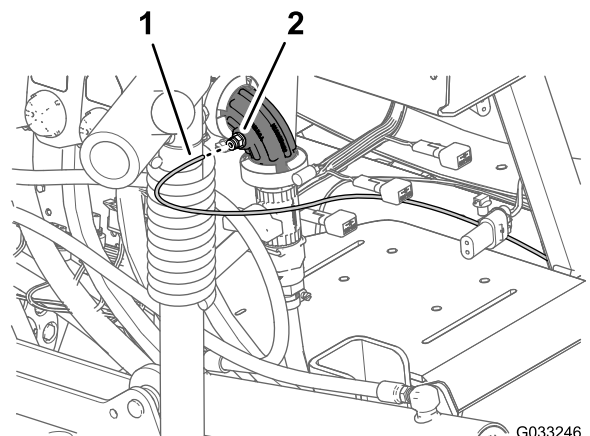
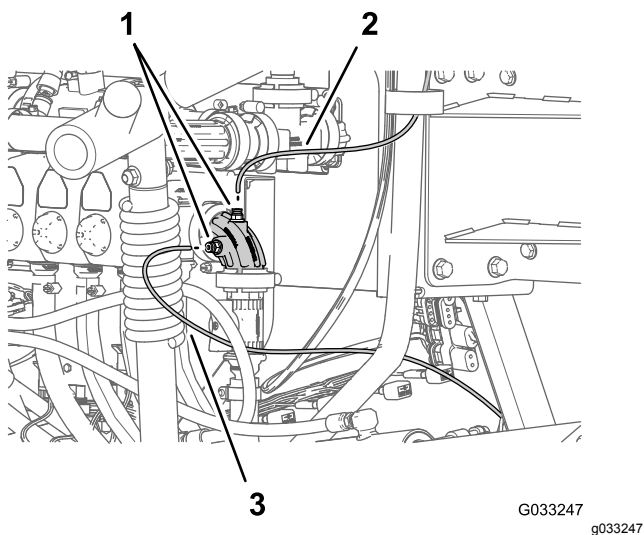

Figura 121
Figura 122
- Alinee el extremo del tubo del sensor de presión (plástico) del indicador de presión del salpicadero con el anillo de bloqueo del acoplamiento del tubo (Figura 121 y Figura 122).
2. Inserte el tubo del sensor en el anillo de bloqueo hasta que el tubo esté totalmente asentado (Figura 121 y Figura 122).